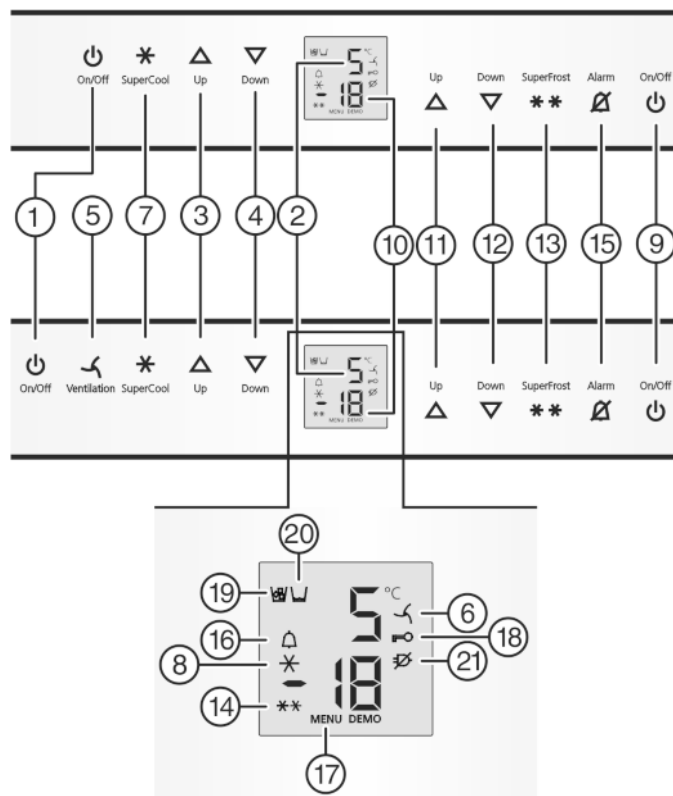

Fig. 2
- Stiskněte tlačítko On/Off mrazničky *Fig. 2 (9)*.
- Stiskněte tlačítko On/Off chladničky *Fig. 2 (1)*.
- Aktivace režimu nastavování: Stiskněte tlačítko SuperFrost *Fig. 2 (13)* asi na 5 sekund.
- ▷ Symbol Menu *Fig. 2 (17)* svítí.
- Pro potvrzení krátce stiskněte tlačítko SuperFrost *Fig. 2 (13)*.
- Pro zapnutí dětské pojistky krátce stiskněte tlačítko SuperFrost *Fig. 2 (13)*.
- ▷ Symbol dětské pojistky *Fig. 2 (18)* svítí. Na displeji bliká **c**.
- Pro vypnutí dětské pojistky krátce stiskněte tlačítko SuperFrost *Fig. 2 (13)*.
- ▷ Symbol dětské pojistky *Fig. 2 (18)* zhasne. Na displeji bliká **c**.
- Ukončení režimu nastavení: Stiskněte tlačítko On/Off pro mrazničku *Fig. 2 (9)*.
- Stiskněte tlačítko Alarm *Fig. 2 (15)*.
Současně bliká ukazatel teploty a symbol Alarm *Fig. 2 (16)*.